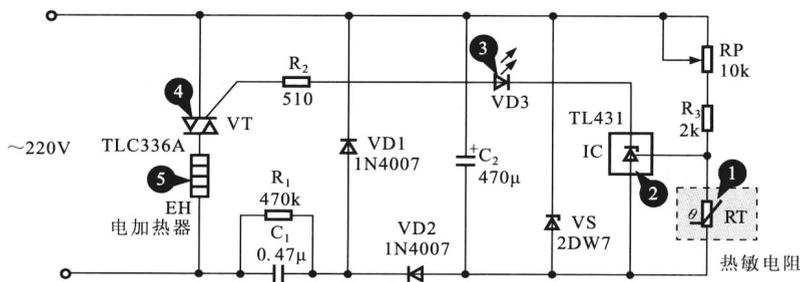

图 1-8 热敏电阻器在小功率电暖气电路中的应用
热敏电阻器在小功率电暖气电路中的应用见图 1-8。
图 1-8 中是热敏电阻器在小功率电暖气电路中的应用。该电路选用负温度系数热敏电阻器作为感知元件，根据外界环境温度的高低自动控制电路的启停。当环境温度较低时，所选用热敏电阻器RT（图中的①）的阻值较大，IC（图中的②）的控制端分压较高，使IC（图中的②）导通，二极管VD3（图中的③）点亮，双向晶闸管VT（图中的④）受触发而导通，电加热器EH（图中的⑤）通电开始升温。当温度上升到一定温度后，RT（图中的①）的阻值随温度的升高而降低，使集成电路控制端电压降低，VD3（图中的⑥）熄灭、双向晶闸管VT（图中的④）关断，电加热器EH（图中的⑤）断电停止加热。